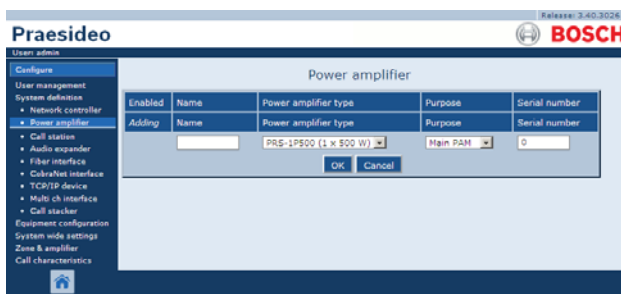

рисунок 43.5: Добавление усилителя мощности, шаг 2
- 2 Нажмите кнопку *Add*, для того, чтобы добавить новый усилитель мощности в систему. В основной части веб-интерфейса откроется экран, подобный экрану, приведенному на рисунок 43.5.